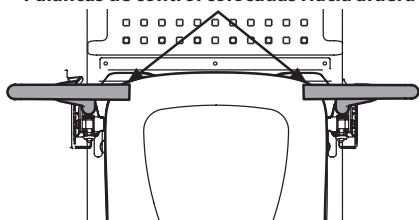

Figura 19
3. Ajuste las palancas de control de la transmisión completamente hacia afuera (Figura 19).